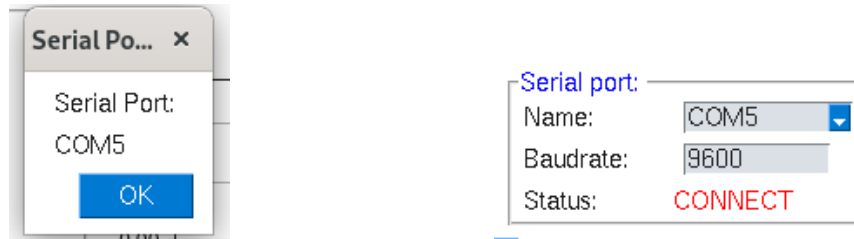

Fig. 8: Conexión con el puerto serie correcta.
3. La Fig. 8 muestra la ventana que le indicará que el puerto ha sido seleccionado y verificado la conexión. Si todo es correcto el texto en rojo le indicará CONECTADO. Caso contrario le indicará ERROR y se debe seleccionar el puerto correcto.